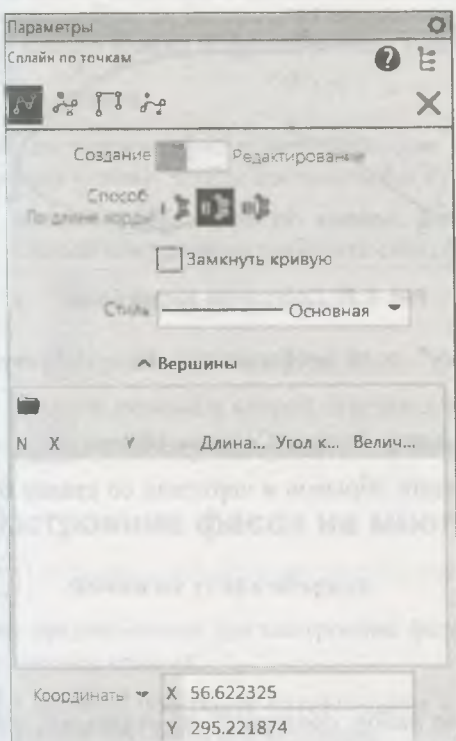

Рис. 6.20. Панель **Параметры: Сплайн по точкам**
- ◆ на панели **Параметры: Сплайн по точкам** (рис. 6.20) в группе **Способ** выберите один из способов: